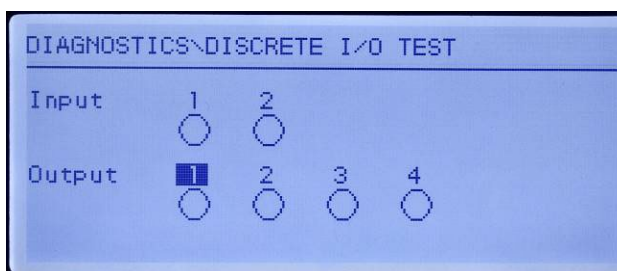

Figura 5-7: Schermata del test I/O discreto
- Premere INVIO per proseguire con la schermata di diagnostica. Quando viene visualizzata la schermata di testo, lo stato dell'input viene mostrato in alto e quello dell'output in basso nel display (Figura 5-7). Viene evidenziato prima Output n. 1.